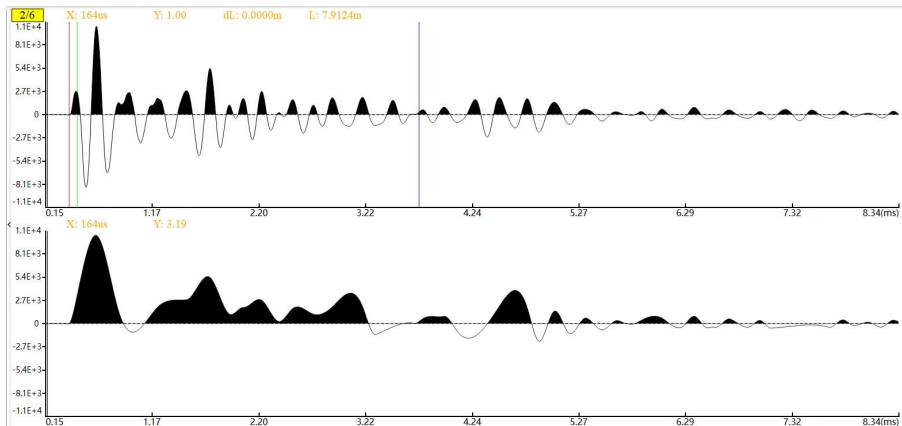

图 4-17 包络提取
- **包络提取：**对需分析的波形进行包络提取操作，并显示在分析视图的第二块区域，变化如图 4-17 显示。包络所反映的是在锚杆中波形传播的状态，在正常情况下波形是会呈衰减状，如有幅值突然变大则多为反射点，再进一步判定是否为杆头，孔口，杆底或缺陷点。